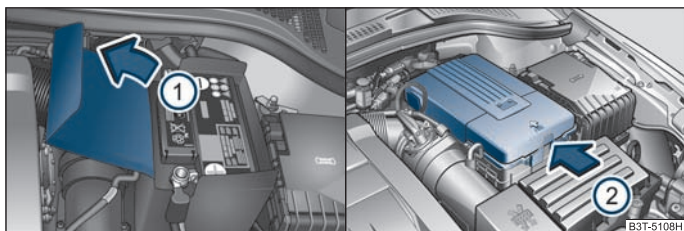

Fig. 189 Compartimentul motor: Capacul din poliester al bateriei autovehiculului/Capacul din material plastic al bateriei autovehiculului
Bateria se află în compartimentul motor într-un suport din polistiren ⇒ fig. 189 - stânga, respectiv într-un suport din plastic ⇒ fig. 189 dreapta - sau în compartimentul lateral stânga din portbagaj ⇒ pagina 103, fig. 118.
- Deschideți capacul bateriei în sensul indicat de săgeata ①, respectiv apăsați încuetoarea de pe lateralul capacului bateriei ② ⇒ fig. 189, rabatați capacul în sus și îndepărtați-l.
Marginea suportului din polistiren pentru baterie ⇒ fig. 189 - stânga, intră între baterie și peretele lateral al suportului bateriei, atunci când se realizează lucrări la baterie. ■